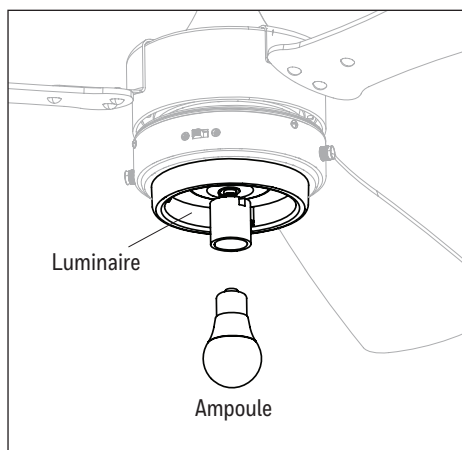

Figure 5.8
- Vissez une ampoule à culot E26 dans la douille du luminaire. **Important :** Avant de remplacer l'ampoule, laissez le luminaire refroidir (Figure 5.8).